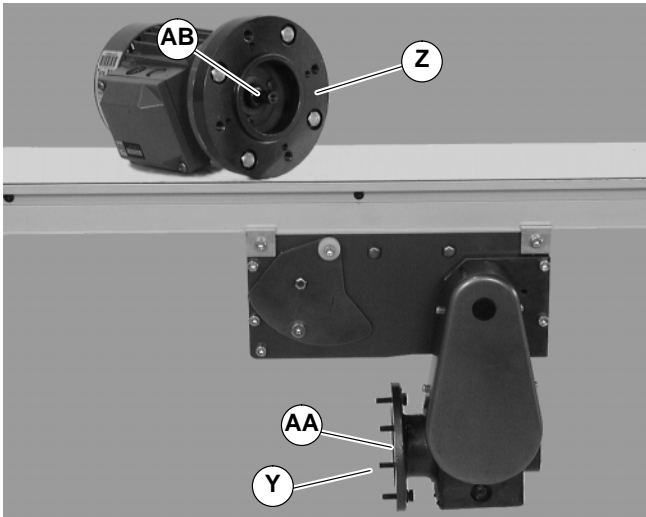

Abbildung 22
3. Vier (4) Schrauben (Y auf Abbildung 22) entfernen. Motor mit Adapterflansch Zvom Untersetzungsgetriebe AA abheben. Paßfeder der Motorwelle (AB) an Ort und Stelle belassen.